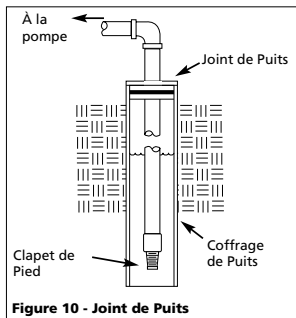

Figure 10 - Joint de Puits
BRANCHEMENT A LA SOURCE D'EAU (FIGURE 10)
1. Installer un clapet de pied sur la première section de tuyau (Figure 10).